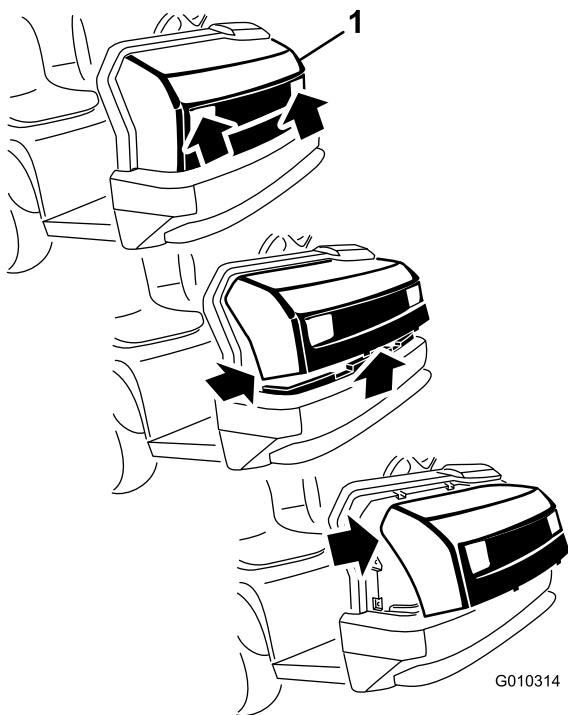

Figura 1
6. Segurando o capot nas aberturas dos faróis, eleve o capot para libertar as patilhas de montagem inferior das ranhuras no para-choques (Figura 1).
7. Desloque a parte inferior do capot para cima até ser possível retirar as patilhas de montagem superiores das ranhuras da estrutura (Figura 1).
8. Incline a parte superior do capot para a frente e desligue os conectores de fios dos faróis (Figura 1).